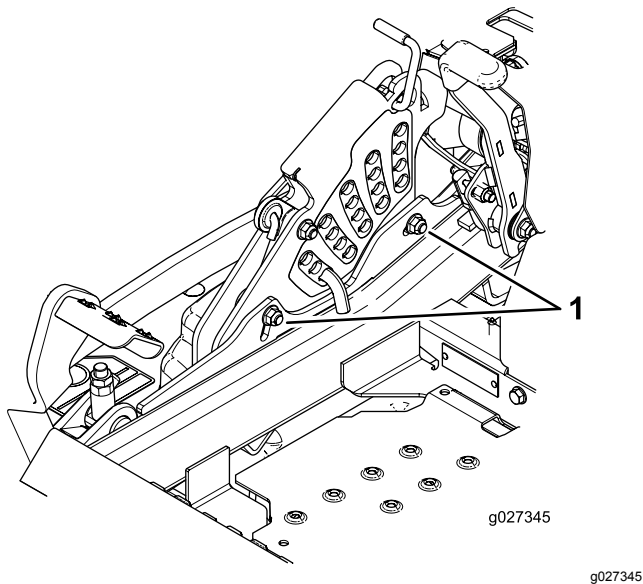

Figure 89
11. Pour régler le système monopoint, desserrez les 2 boulons au bas de la plaque de hauteur de coupe (Figure 89).
13. Serrez les 2 boulons au bas de la plaque de hauteur de coupe (Figure 89).